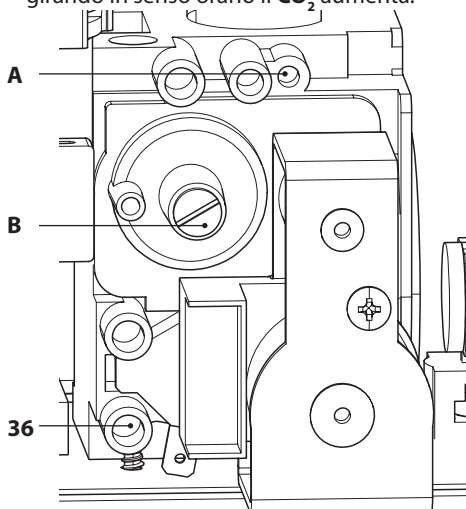

Figura 7.6
- A caldaia spenta (fuori servizio), controllare la pressione di alimentazione utilizzando la presa 36 in Figura 7.6 e confrontare il valore letto con quelli riportati nella tabella Pressioni di alimentazione gas nella sezione "Dati tecnici" pag. 28.
- Richiudere bene la presa di pressione 36 in Figura 7.6.
- Per tarare il **CO₂** della caldaia (pressione del gas al bruciatore) svitare completamente il tappo in ottone di protezione **B** e agire sulla vite a brugola \varnothing 4 mm sottostante Figura 7.6, girando in senso orario il **CO₂** aumenta.
- Se i due dati non coincidono agire sulla vite regolazione massimo RQ (**A** in Figura 7.6) della valvola gas e tarare il **CO₂** allo stesso valore riportato nella "Dati in sanitario" sezione "Dati tecnici M262MK.2025 SB" a pag. 28 e sezione "Dati tecnici M262MK.2530 SB" a pag. 32. Girando in senso orario il **CO₂** diminuisce.